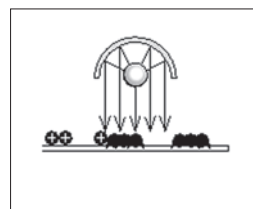

図5
- (5)定着：紙に付いたトナーをヒーターで溶かして紙のせんにしみこませます(図5)。